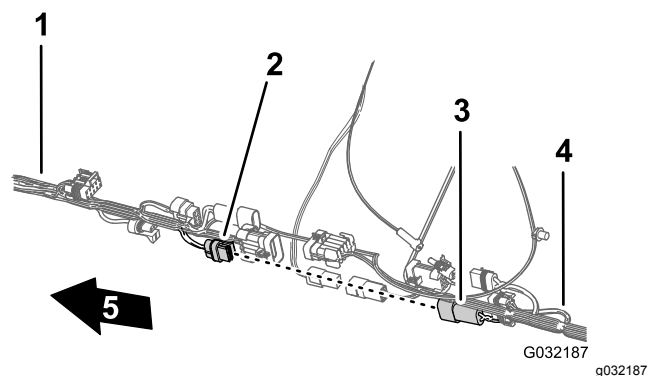

**Figure 115**
2. Branchez le connecteur à 10 douilles du faisceau avant pour l'interconnexion du faisceau du pulvérisateur au connecteur à 10 broches du faisceau arrière pour l'interconnexion du faisceau du pulvérisateur (Figure 115).